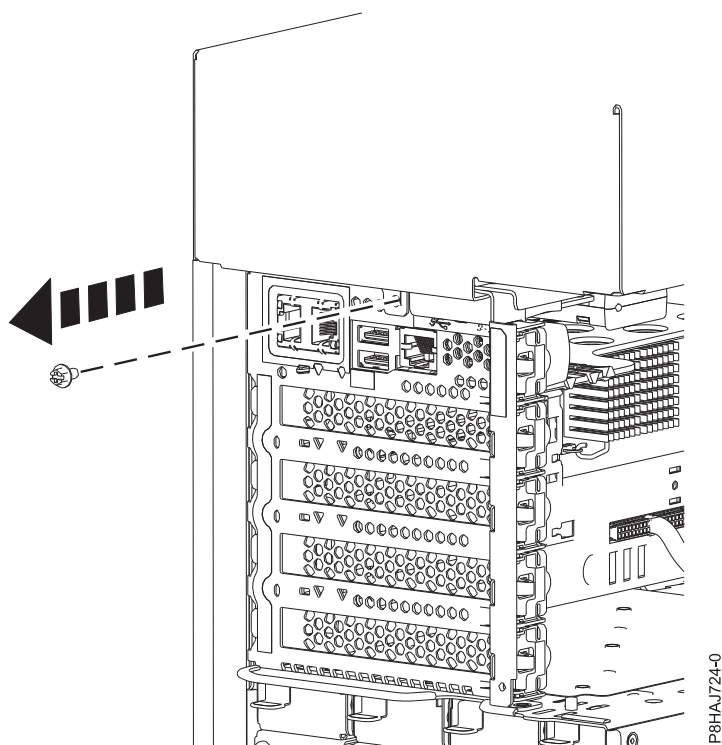

Figura 18. Removendo o parafuso da tampa lateral do 8286-41A
4. Remova o parafuso traseiro da tampa lateral usando uma chave de fenda Phillips, conforme mostrado em Figura 18.